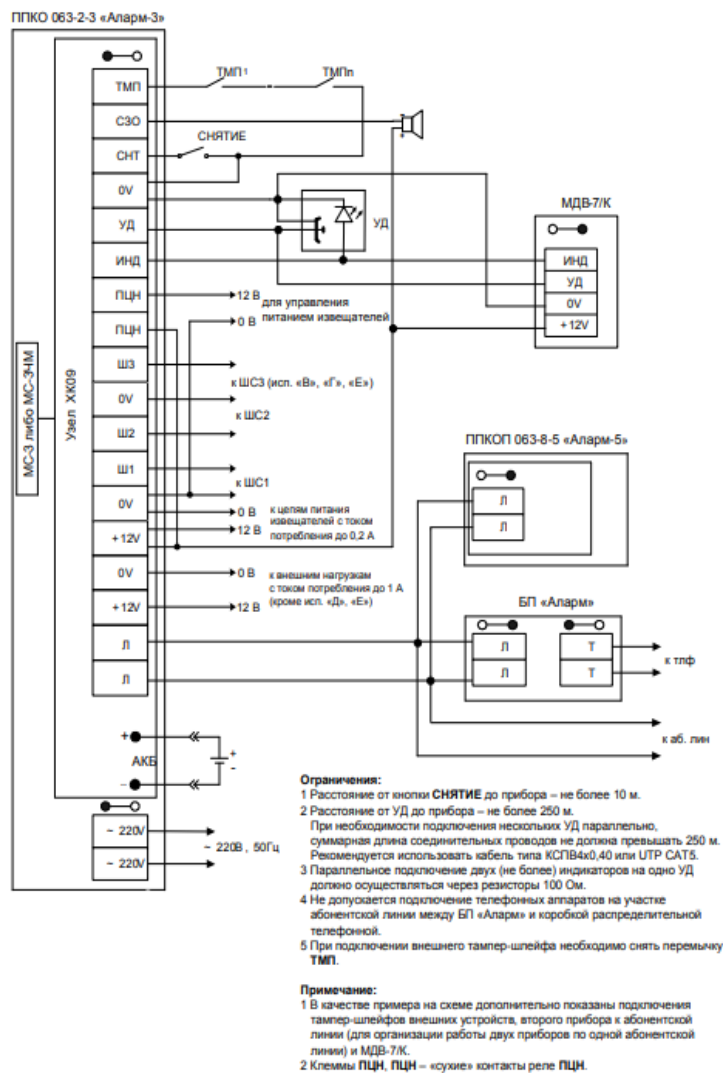

Рисунок 3. Схема подключений «Аларм-3» в режиме работы в составе СПИ
3. Все входные и выходные цепи подключаются к прибору через клеммные колодки, расположенные внутри прибора (Рис.3):